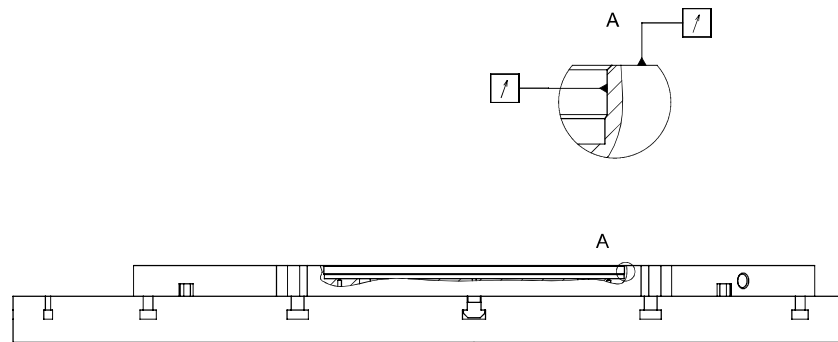

図 3-3: ベースプレートの同心円と軸方向の振れの確認
- 手順8 ベースプレートの同心度と軸方向の振れを確認します。許容値は0.05mmです。測定はベースプレートのプレーンバックと、プレーンバックの周囲の平面から行う(図3-3参照)